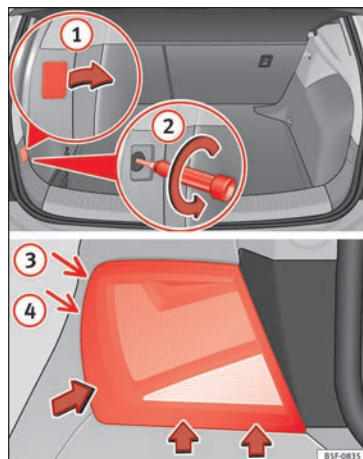

Fig. 112 Coffre à bagages : position de la vis de fixation pour le feu arrière. Démontage du feu arrière sur l'aile.
- Enlevez le cache à l'aide du tournevis à tête plate au niveau de l'évidement » **fig. 112** ①.
- Desserrez la vis qui se trouve derrière dans le sens contraire des aiguilles d'une montre (flèche) » **fig. 112** ② à l'aide d'un tournevis et retirez-la avec précaution.
- Basculez le feu dans le sens des flèches jusqu'à ce qu'il quitte son logement (positions ③ et ④) » **fig. 112**.